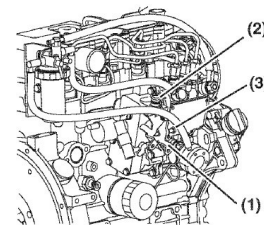

Abb. 47: Reglerhebel
- Schritt 3: Den Gummistopfen (Abb. 47) von der Kiphebelabdeckung entfernen und ca. 2 cc. Schmieröl einfüllen. Gummistopfen wieder aufsetzen.
- Schritt 4: Reversieranlasser: Den Dekompressionshebel (Abb. 47) nach unten drücken (kompressionsfreie Stellung) und halten, während das Seil 2 oder 3 Mal gezogen wird (Motor nicht starten).